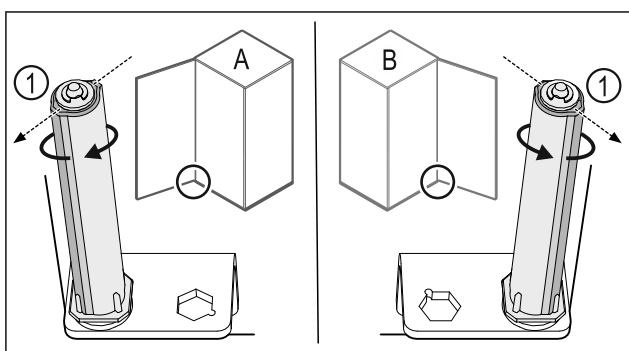

Fig. 35 Tope izquierdo (A) / tope derecho (B)
- Girar el sistema de cierre contra la resistencia hasta que el alma del sistema de cierre Fig. 35 (1) apunte hacia afuera.